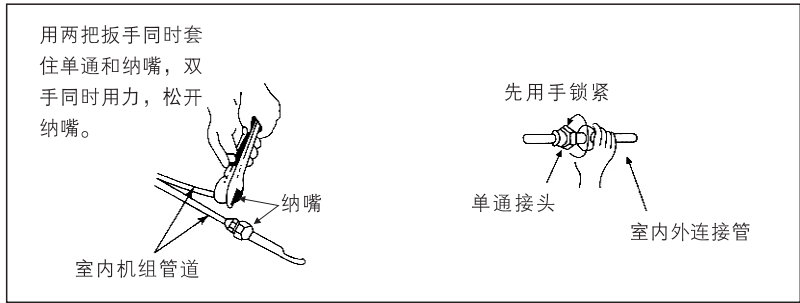

图 19
- (1) 将纳嘴和密封帽拆开，将铜管尽头的纳嘴松开，使内藏气体排出，如图19所示。当纳嘴拆开时，应将密封帽拆出，不然制冷剂将不能循环，压缩机就可能烧毁。
- (2) 连接时，应在单通螺牙及管的喇叭口上涂上少许冷冻润滑油,以防螺牙损坏，且按图19所示对准管道拧紧。